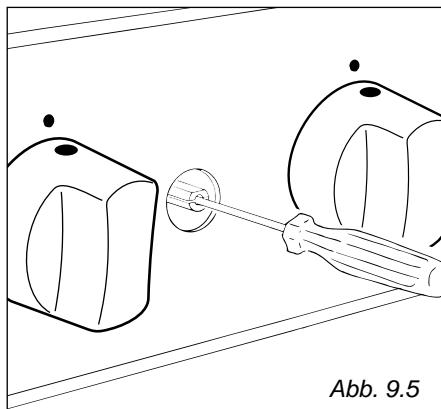

Abb. 9.5
- Zum Verstellen die Schraube mit einem kleinen, flachen Schraubendreher in die Verschlussstange drücken (Abb. 9.5).